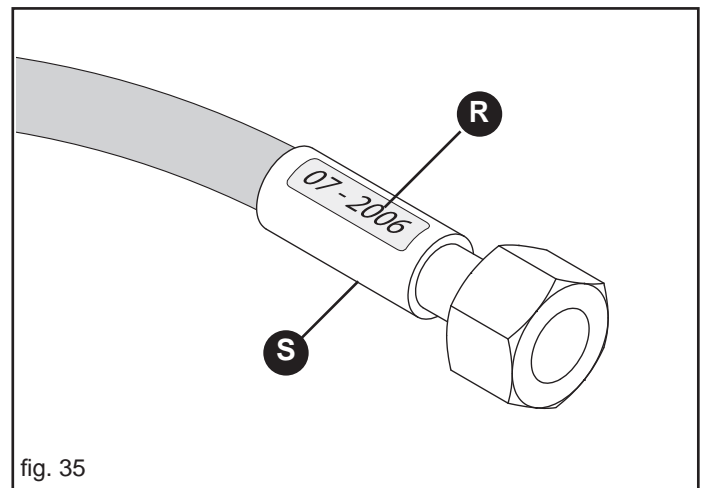

fig. 35
- perdite in prossimità dell'armatura del tubo (S, Fig. 35);
- corrosione dell'armatura (S, Fig. 35);
- superati i 5 anni dalla produzione (R, Fig. 35).